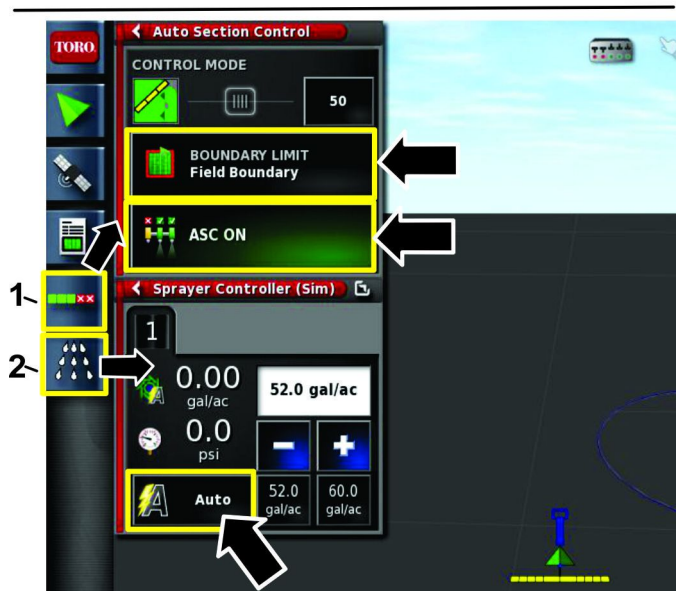

Figure 111
- Appuyez sur l'icône CONFIGURATION DE COMMANDE DE SECTION AUTO (icône ASC) et l'icône CONTRÔLEUR DE PULVÉRISATEUR pour accéder à ces écrans (Figure 111).
- Mettez l'icône ASC sur ACTIVÉ, réglez la délimitation à la position LIMITE DE CHAMP et mettez l'icône de régulation du débit sur AUTO (Figure 111).